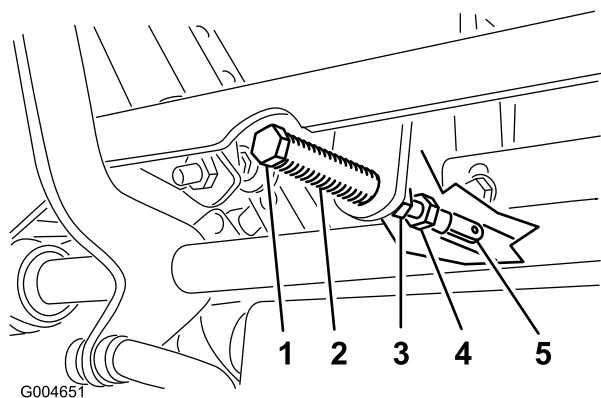

Figura 62
5. Tirate indietro la leva finché il cavallotto con testa (sul braccio sottostante l'albero di articolazione) non tocca l'estremità della scanalatura (inizia a premere sulla molla) (Figura 62).
7. Se occorre regolare, allentate il dado e il controdado contro la forcella (Figura 62).
8. Premete leggermente indietro la leva di comando del movimento e girate la testa del bullone di regolazione nella direzione opportuna finché la leva di comando non si trova al centro, in posizione di bloccaggio in folle (Figura 62).
9. Serrate il dado e il controdado (Figura 62).
9. Serrate i controdadi dei giunti a sfera (Figura 62).